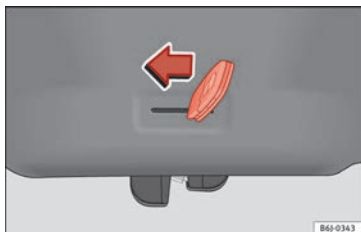

Bild 168 Baklucka: nödöppning.
- Sätt i nyckeln i spåret och lås upp låssystemet genom att vrida nyckeln från höger till vänster enligt pilen » **bild 168**.